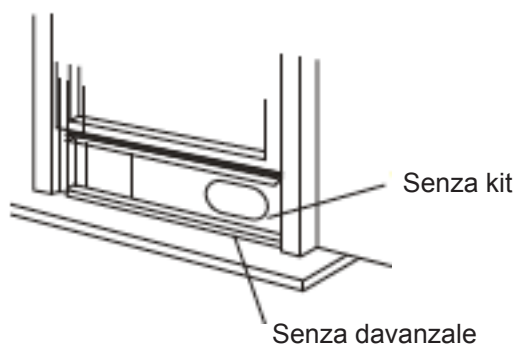

Fig. 10
3. Tagliare la spugna di guarnizione (tipo con adesivo) alla lunghezza adeguata ed applicarla alla parte superiore della finestra. Fig. 10.